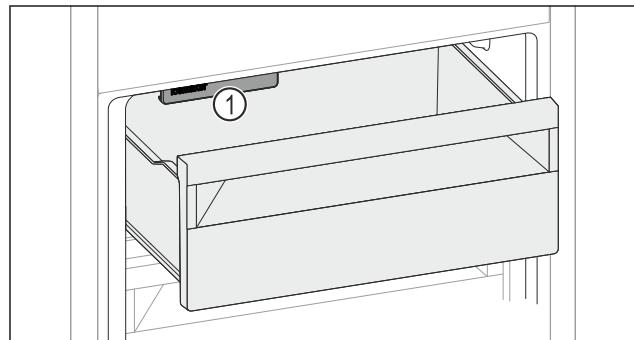

Fig. 101
- Príhliadajte na IceMaker Fig. 101 (1).